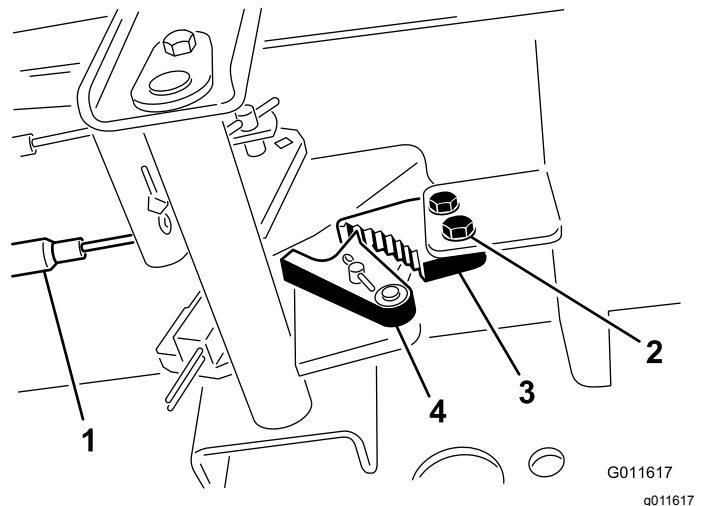

Bild 98
1. Lösen Sie die zwei Schrauben, mit denen die Sperre der Feststellbremse am Rahmen befestigt ist (Bild 98).
2. Drücken Sie das Pedal der Feststellbremse nach vorne, bis die Bremsenarretierung ganz an der Bremssperre greift (Bild 98).